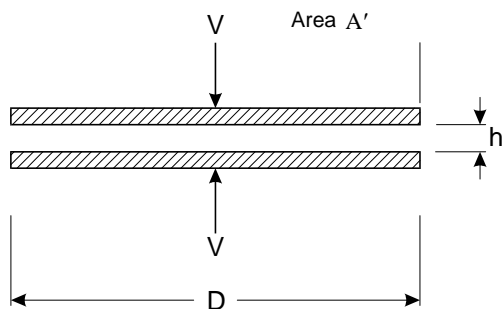

Fig. 8: Duas placas circulares e paralelas
11. Duas placas circulares com diâmetro D se aproximem, cada uma com velocidade constante V (Fig. 8). Entre as placas tem um fluido incompressível.